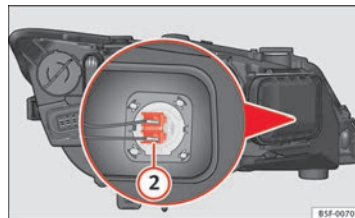

Abb. 145 Glühlampe für Fernlicht
- Drücken Sie den Stecker ⇒ Abb. 145 ② seitlich nach links und ziehen Sie.